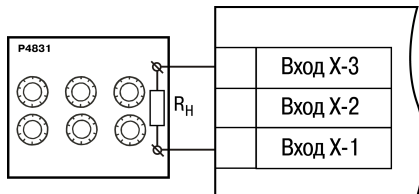

Рисунок 8.3 – Подключение магазина сопротивлений
1. Подключить к прибору магазин сопротивлений типа P4831 или подобный ему с классом точности не ниже 0,05 по трехпроводной линии (рисунок 8.3). Сопротивления проводов в линии должны быть равны друг другу и каждое не должно превышать величины 15 Ом.